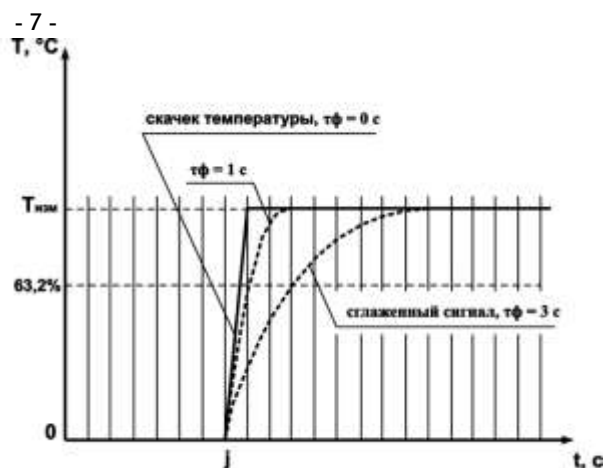

Рисунок 3.6
3.2.4.2 Цифровой фильтр устраняет шумовые составляющие сигнала, осуществляя его экспоненциальное сглаживание. Основной характеристикой экспоненциального фильтра является  $тф$  – постоянная времени цифрового фильтра, параметр  $Ft1$  ( $Ft2, Ft3, Ft4$ ) – интервал, в течение которого температура достигает **63,2%** измеренного значения  $T_{изм}$  (рисунок 3.6).